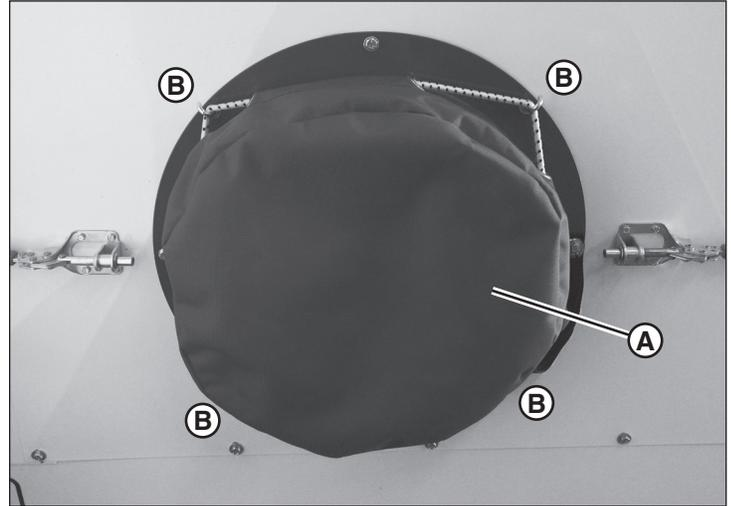

Figure 15
7. Enlever les couverts en toile (A, Figure 15) des conduits d'entrée et du conduit d'évacuation de l'appareil de chauffage. Décrocher la corde élastique du couvert des quatre crochets de coin (B), et glisser le couvert du conduit de l'appareil de chauffage. (Le couvert est attaché à la remorque de l'appareil de chauffage avec un cordon).